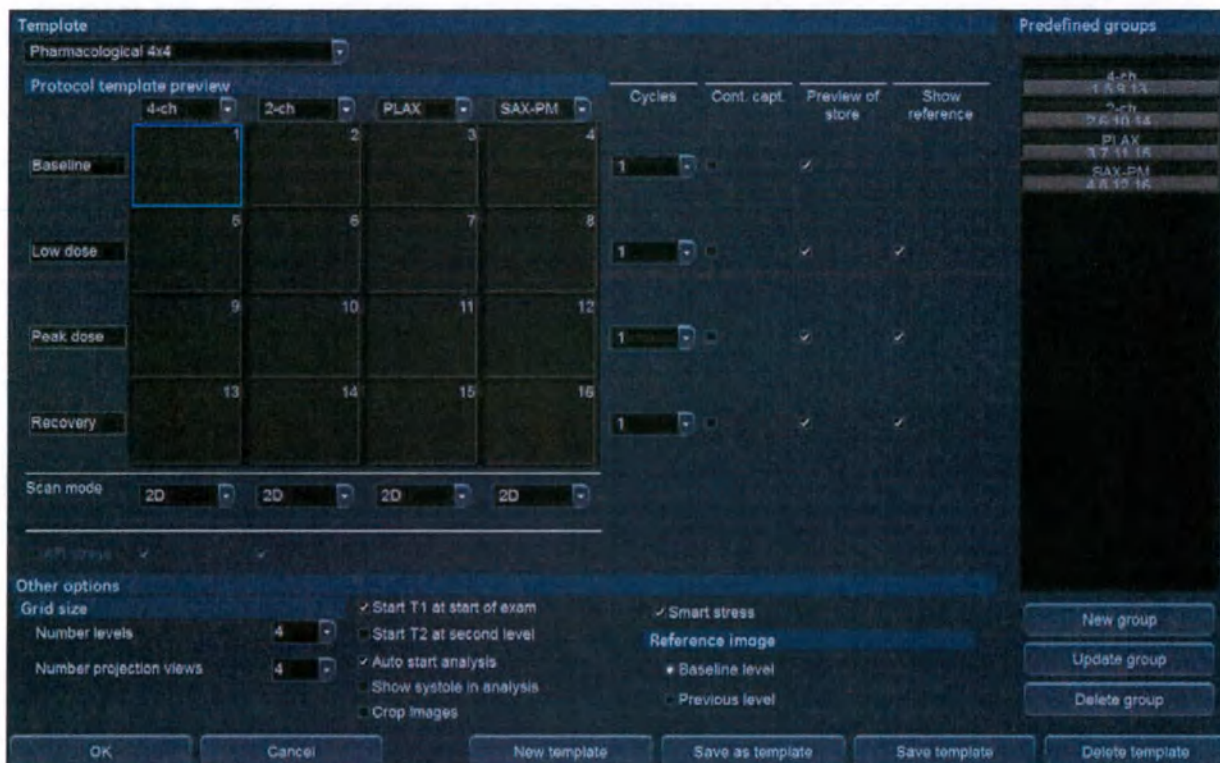

Рис. 7-24. Экран редактирования шаблона
Откроется экран *Template Editor* (Редактор шаблонов) (см. Рис. 7-24).
1. Введите количество уровней и проекций в поле *Grid size* (Размер сетки) (см. Рис. 7-24).
1. Установите флажок (флажки) для отображения таймера (таймеров) в соответствии с задачами исследования (см. Рис. 7-24).